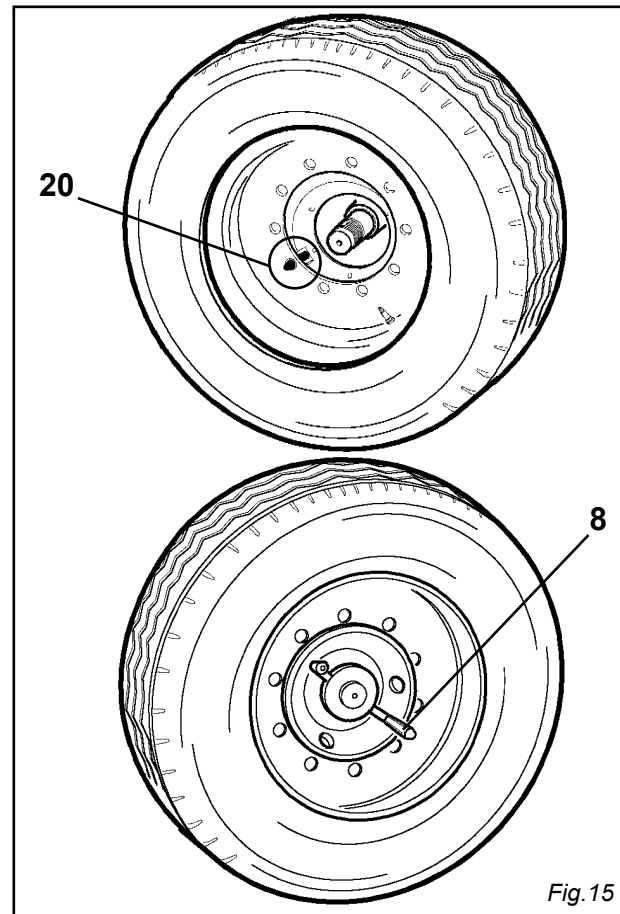

Fig.15
Far combaciare il perno anti-rotazione (20) con uno dei fori di bloccaggio del cerchione come indicato in fig.15
Inserire la manovella di bloccaggio (8) sulla flangia e serrare il tutto avvitando a fondo. (Fig. 15)
Let the anti-rotation pin (20) match with one of the locking holes of the rim as indicated by fig.15
Совместите штифт анти - вращения (20) с одним из отверстий диска, как показано на Рис.15.
Установите зажимную гайку (8) на фланец и затяните ее до упора, чтобы заблокировать весь механизм. (Рис. 15)
Den Felgenmitnehmer (20) mit einem der Felgensperrlöchern verbinden. (Abb.15)